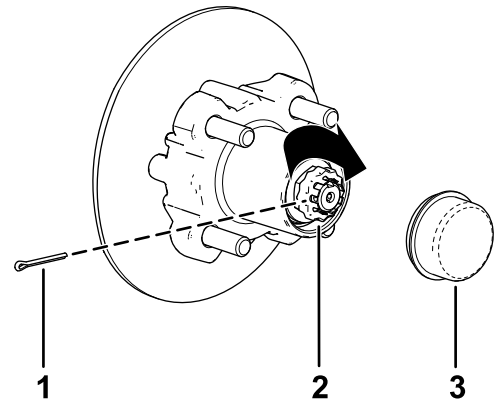

Figure 40
sont alignés et permettent d'insérer la goupille fendue (Figure 40).
9. Insérez la goupille fendue et repliez chaque jambe autour du frein d'écrou (Figure 40).
10. Reposez le couvre-moyeu sur le moyeu (Figure 40).